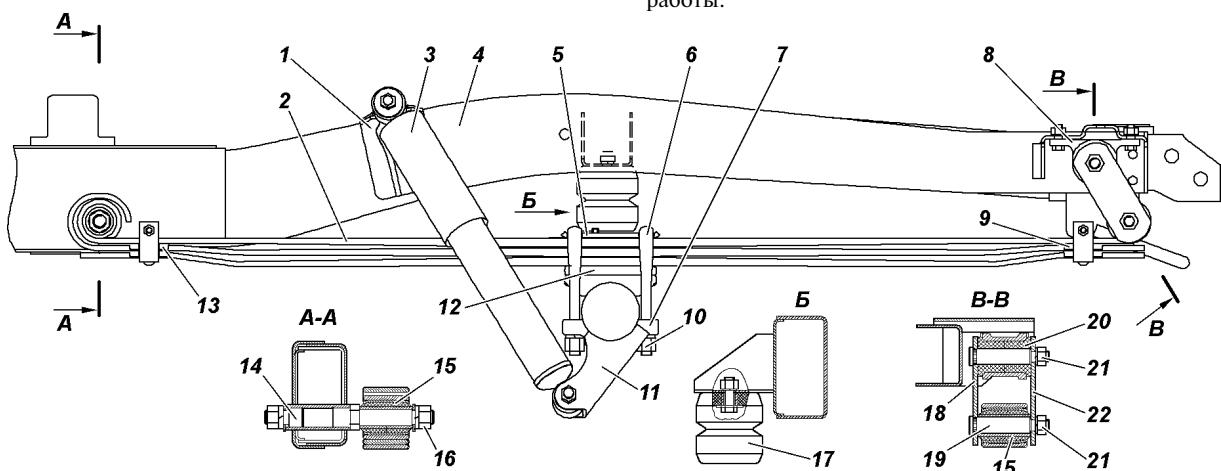

Рис. 10.3. Задняя подвеска автомобиля:
Задняя подвеска автомобиля (рис. 10.3) состоит из двух рессор (3 листа) и амортизаторов, расположенных с внешней стороны рамы.
Момент затяжки гаек 10 (см. рис. 10.3) стремянок 90-100 Н·м (9-10 кгс·м).
1. Отверните гайки 10 (см. рис. 10.3) стремянок 6 рессор, снимите стремянки, подкладку 7 и накладку 5.